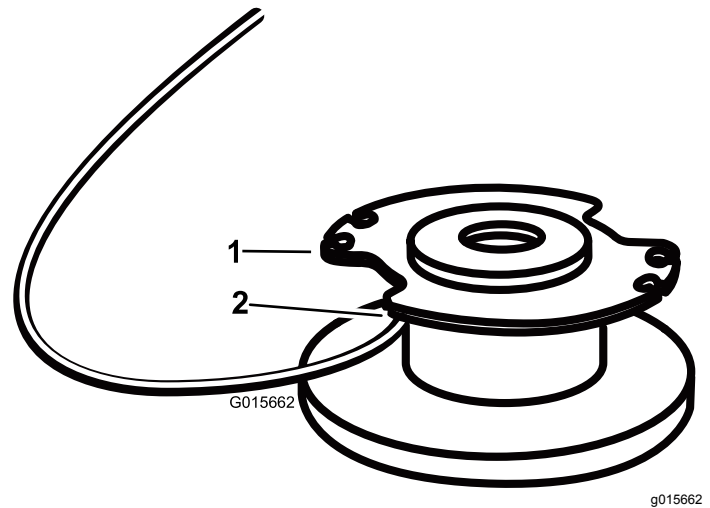

Figure 19
4. Insérez le fil dans le trou d'ancrage (Figure 19). Enroulez le fil sur la bobine dans la direction indiquée par les flèches sur la bobine.